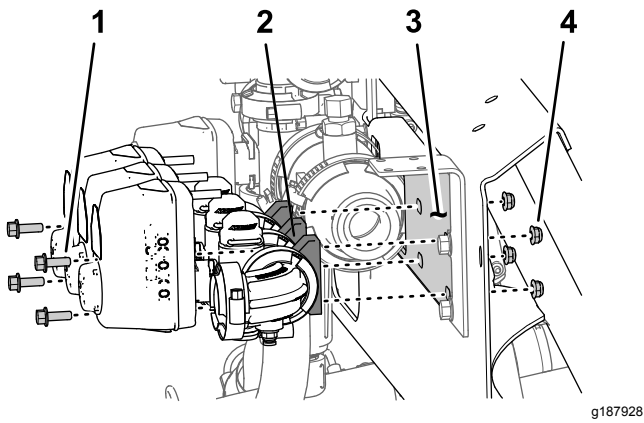

Bild 52
- Entfernen Sie die zwei Bundkopfschrauben ($\frac{1}{4}$ " x $\frac{3}{4}$ ") und die zwei Sicherungsmuttern ($\frac{1}{4}$ "), mit denen das rechte Auslegerabschnittventil an der Verteilerbefestigung befestigt ist (Bild 52).
- Entfernen Sie die zwei Bundkopfschrauben (1/4" x 3/4") und die zwei Sicherungsmuttern (1/4"), mit denen das linke Auslegerabschnittventil an der Verteilerbefestigung befestigt ist (Bild 52).
- Nehmen Sie die Auslegerabschnittventile aus der Verteilerbefestigung und legen Sie die Ventile zur Seite (Bild 52).